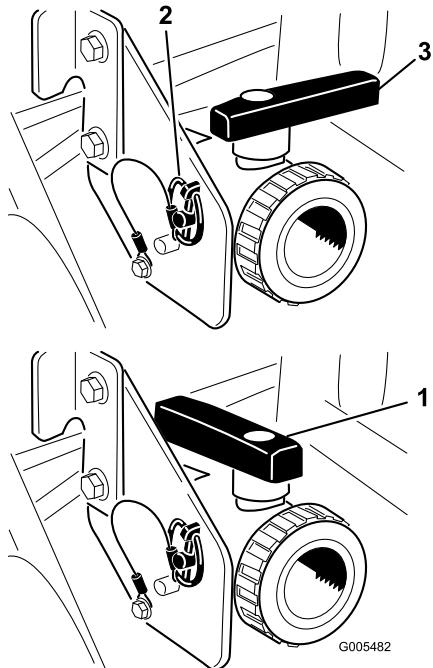

Figura 26
Aprite la valvola per spurgare il materiale rimasto nel serbatoio, e smaltitelo nel rispetto del regolamento locale e secondo le istruzioni del produttore del materiale (Figura 26). Terminata l'operazione di spurgo, togliete l'acciarino sulla staffa che assicura la valvola di spurgo alla macchina e lasciate cadere la valvola sul terreno. In tal modo si scaricherà tutto il materiale rimasto nel tubo.
- Una volta spurgato completamente il serbatoio, installate la valvola sul telaio con l'acciarino precedentemente rimosso e chiudere la valvola di spurgo (Figura 26).